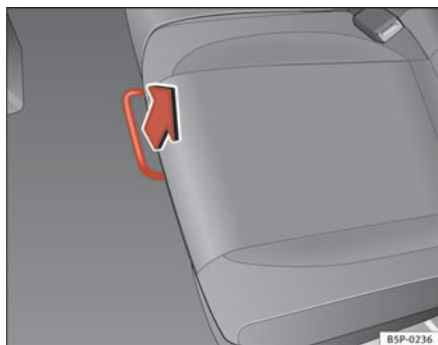

Fig. 98 Frigørelsesgreb til bagsædet
- Frigør grebet i pilens retning, mens du sidder på sædet ⇒ fig. 98.